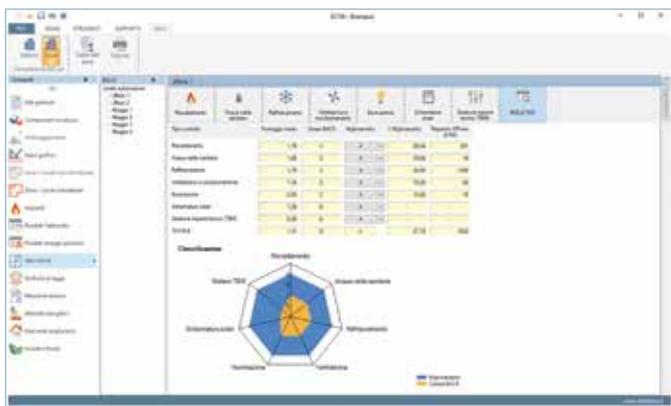

Fig. n. 2: calcolo dei BACS
- il calcolo dei BACS (sistemi di controllo e automazione dell’edificio) è stato uniformato alla norma UNI EN ISO 52120-1 (la quale sostituisce la UNI EN 15232-1) e alla specifica tecnica UNI/TS 11651 (Fig. n. 2, si veda a pag. seguente).